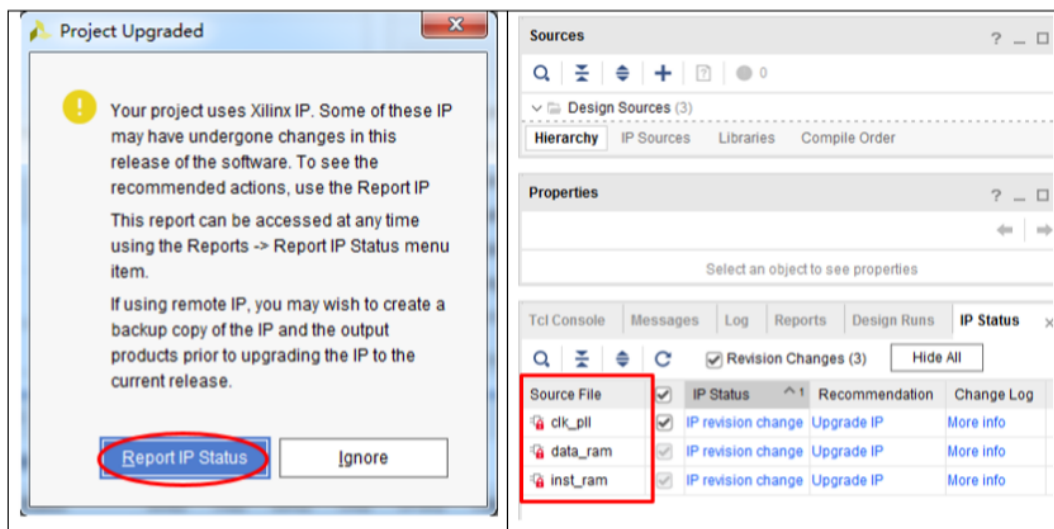

图 7: 显示 IP 核被锁住
(2) 如果你的工程里包含 Vivado 定制的 IP 核，则会提示图7左侧的提醒，选择 “Report IP Status”，则会显示 IP 核状态，如图7右侧：三个 IP 和显示红色的锁标记，说明该 IP 核目前被锁住，无法修改。